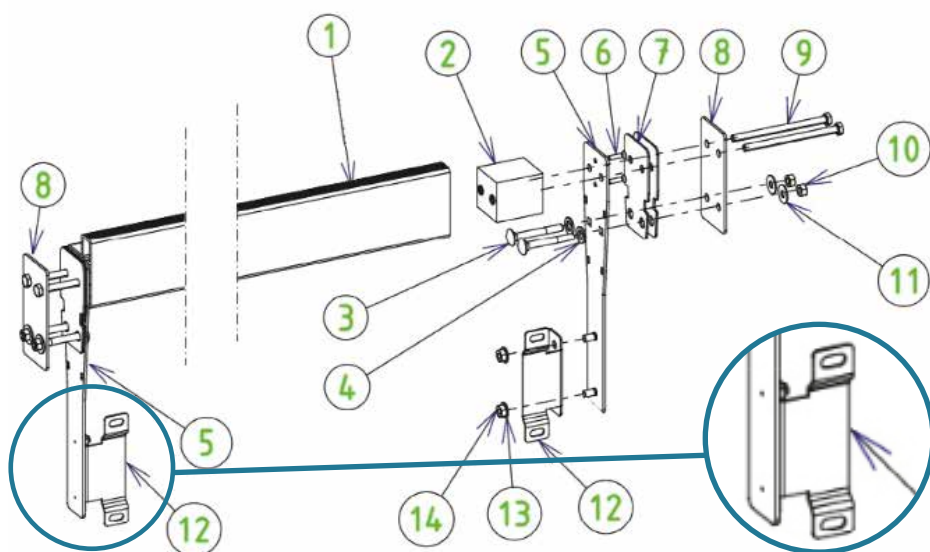

Abbildung 41 – Montage und Installation des Trägers
Die Montageschritte des Trägers werden in *Abbildung 41* dargestellt. Die benötigten Schrauben für diese Montage befinden sich im Pack Y. Auf dieser Abbildung befindet sich die Holzwand zwischen den Teilen 7 und 8 und die Folienauskleidung zwischen den beiden (7) Gummidichtungen.
Montieren Sie die beiden Anschlagwinkel der Trennwände (12) auf den Platten (5) mithilfe von vier Muttern (14) und vier Unterlegscheiben (13) von 8 mm Durchmesser aus Edelstahl A4. Die Vorsprünge, auf denen sich die Langlöcher der Winkel befinden (12), müssen auf der gleichen Seite des Trägers sein (siehe Zoom in *Abbildung 41*).